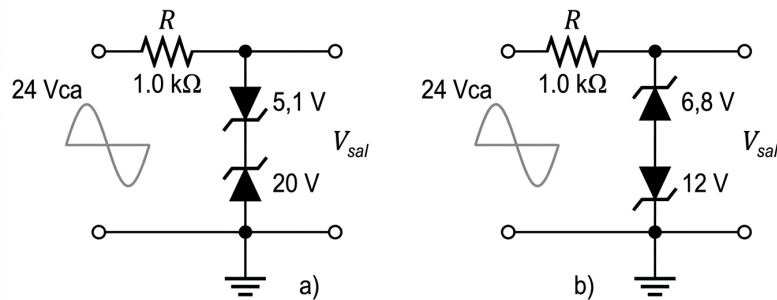

Figura 25: Circuito recortador con diodos zener: a) Circuito 1 b) Circuito 2.
Para ello se deberá armar el montaje físico de los circuitos a) y b) de la figura 25.
2. Armar los circuitos propuestos a) y b) de la figura 25.